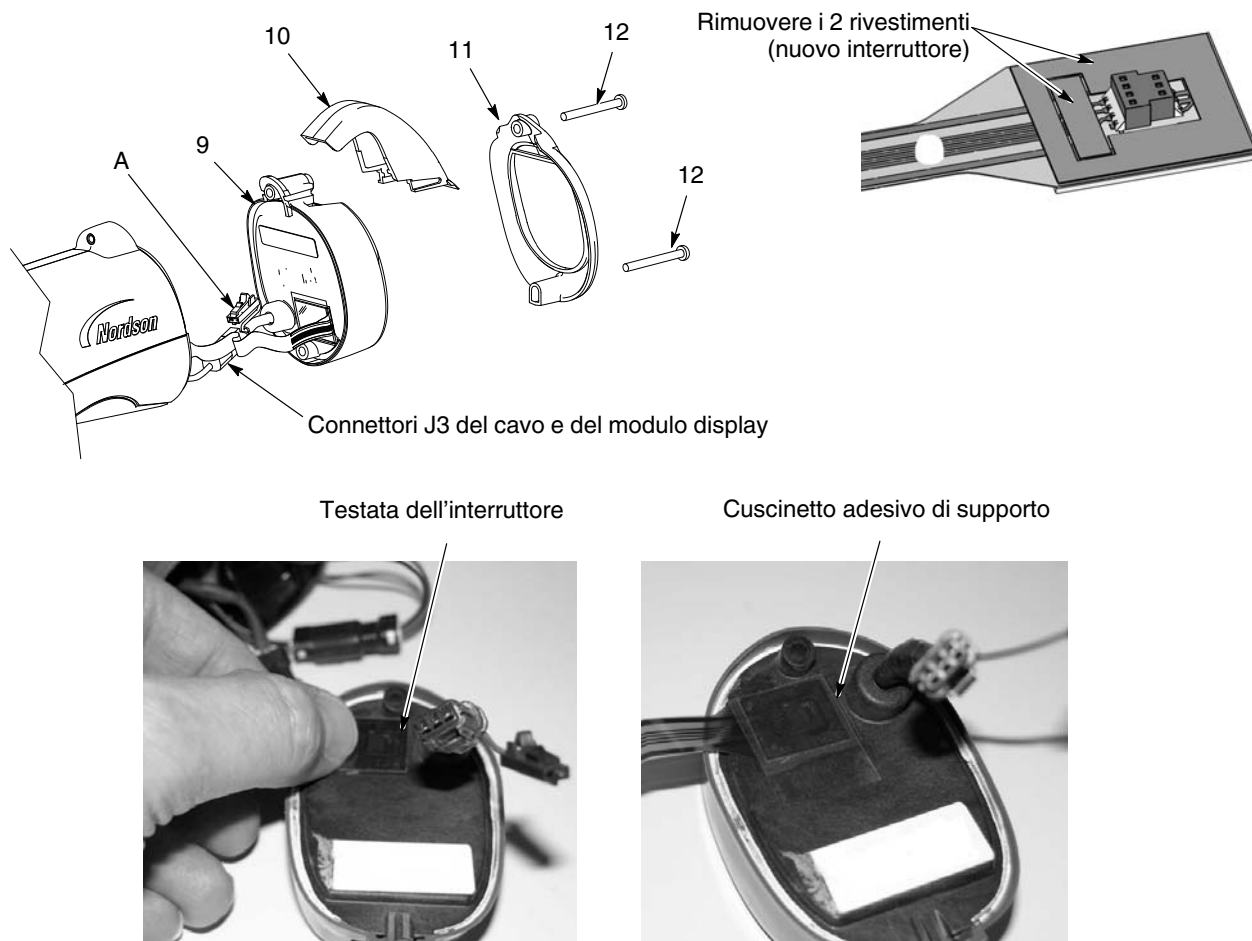

Figura 6-2 Sostituzione del modulo display
1. Sul modulo display (9) pulire accuratamente con alcol isopropilico la superficie di montaggio della testata dell'interruttore del grilletto e l'area circostante. Far asciugare completamente la superficie prima di procedere.
2. Se si sta installando un nuovo interruttore del grilletto, rimuovere i due rivestimenti dal lato del connettore sulla testata dell'interruttore del grilletto, come illustrato nella figura 6-2.
5. Collegare tra loro i connettori J3 del cavo e del modulo display. Il connettore del filo di terra (A) non viene usato per questa versione della pistola.
7. Inserire il gancio (10) sul modulo display, poi installare la cornice (11).
8. Inserire e stringere le viti (12).
4. Vedi figura 6-2. Montare il modulo display come descritto in *Installazione del modulo display* a pagina 6-3.
5. Installare il gruppo elettrodo (3) nell'estremità del tubo di uscita sul davanti del corpo pistola. Assicurarsi che l'elettrodo del filo non sia piegato o rotto.
6. Montare l'ugello (2) sul gruppo elettrodo, assicurandosi che le chiavi del gruppo elettrodo si infilino nelle scanalature dell'ugello.
7. Montare il dado dell'ugello (1) sull'ugello e girarlo in senso orario per fissarlo.